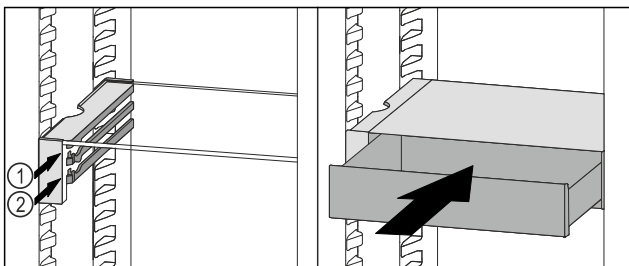

Fig. 129
- ▶ Placer le tiroir VarioSafe derrière les butées sur la nervure désirée Fig. 129 (1) ou Fig. 129 (2).